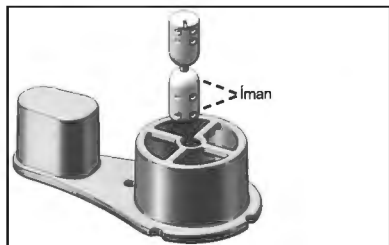

Figura 2
2. Certifique-se de que a ampulheta magnética do ELD pode rodar livremente sobre a mira do ELD. Se a ampulheta se soltar do suporte, pode voltar a ser fixada, cortando o gargalo da ampulheta através da abertura do suporte, como na figura 2.